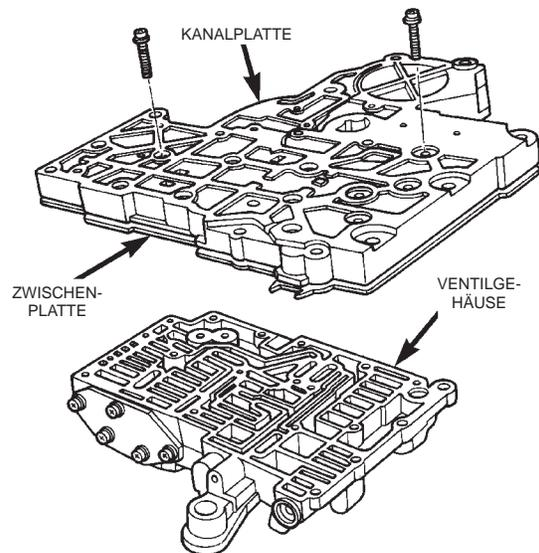
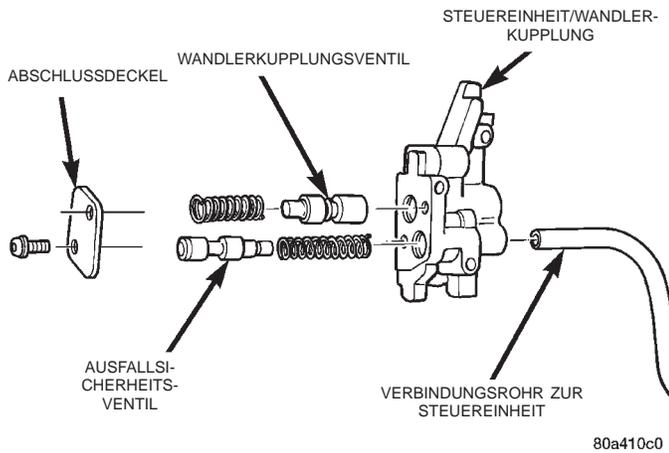

Abb. 59 Verbindungsschrauben Ventilgehäuse an Kanalplatte
Abb. 60 Steuereinheit/Wandlerkupplung
(26) Kanalplatte am Ventilgehäuse ansetzen (Abb. 59).
(27) Verbindungsschrauben Kanalplatte-Ventilgehäuse eindrehen (Abb. 59).
(28) Ventilgehäuse umdrehen, so daß die Zwischenplatte freiliegt.
(29) Wandlerkupplungsventil mit Feder in die Steuereinheit/Wandlerkupplung einsetzen (Abb. 60). Nachprüfen, ob die Einzelteile ungehindert beweglich sind.
(30) Feder und Ausfallsicherheitsventil in die Steuereinheit/Wandlerkupplung einsetzen (Abb. 60).
(31) Abschlußdeckel an der Steuereinheit/Wandlerkupplung ansetzen (Abb. 60).
(32) Die Schrauben eindrehen, mit denen der Abschlußdeckel an der Steuereinheit/Wandlerkupplung befestigt wird (Abb. 60).
(33) Verbindungsrohr in die Öffnung der Steuereinheit/Wandlerkupplung einführen (Abb. 60).